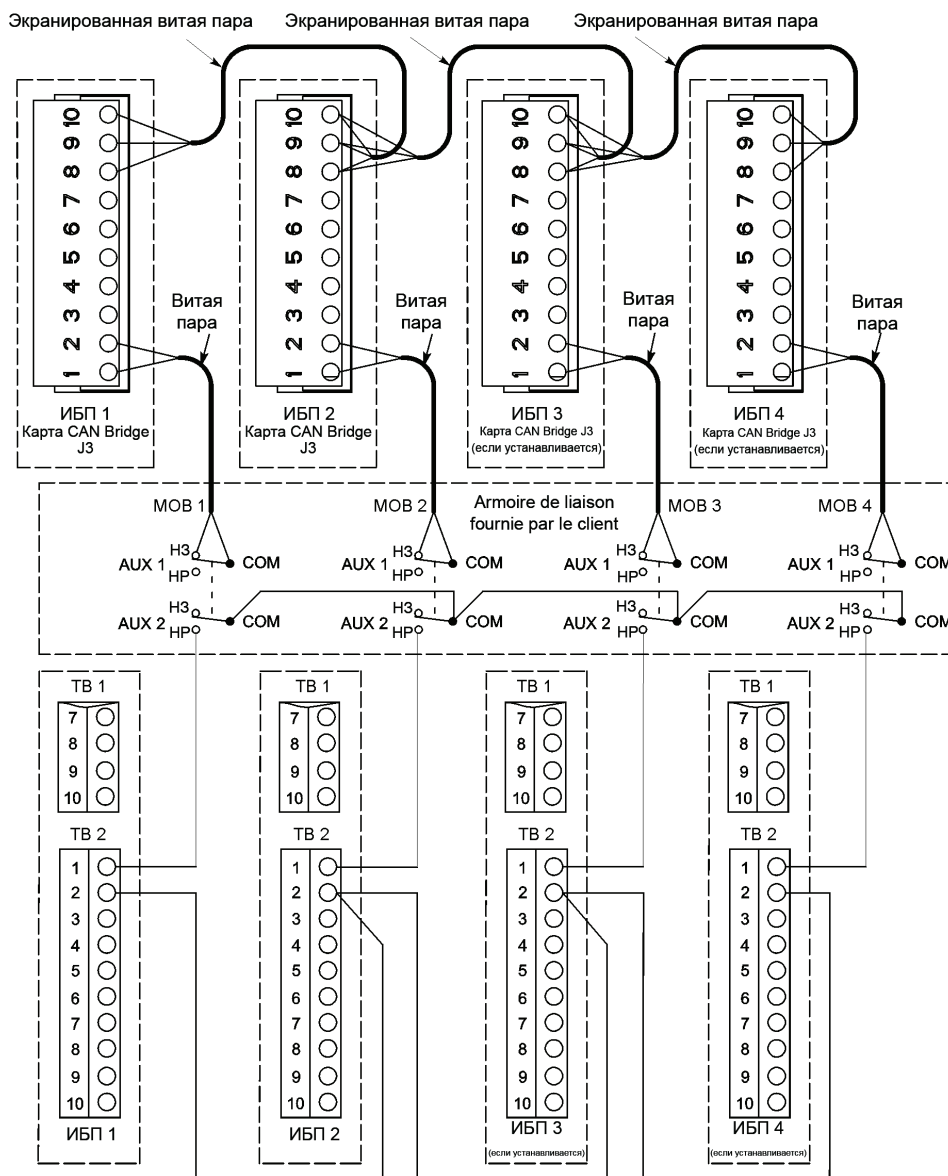

Рис. 5-6. Проводка Pull-Chain систем с распределенным байпасом с MOV
11. Проведите и установите проводку системы с распределенным байпасом между шкафами ИБП и выключателями МОВ, расположенными в соединительном шкафу. Для получения информации о подключении проводки см. Рис. 5-6 на стр. 57 и Табл. 5-4 на стр. 58.